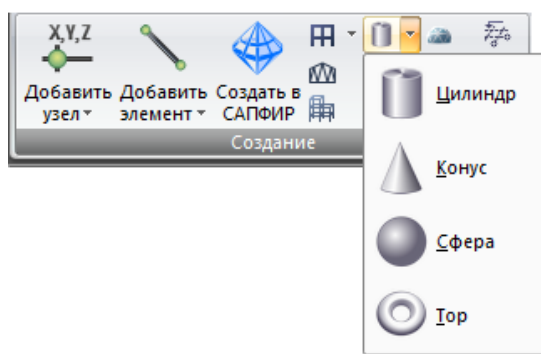

Рис. 22. Раскрывающийся список **Поверхности вращения**
**Поверхности вращения** (рис.22) – раскрывающийся список с заменой, содержащий операции по генерации стержневых или пластинчатых поверхностей вращения: